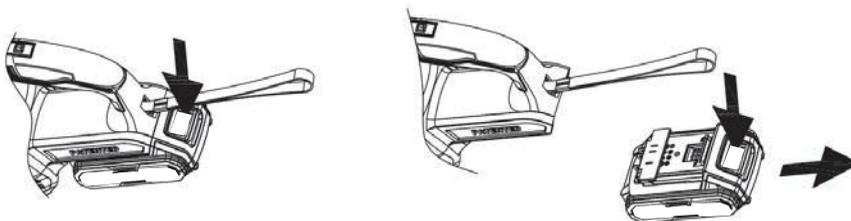

FIG. 3
- Assurez-vous que l'interrupteur principal marche/arrêt est en position d'arrêt (O) avant de retirer la batterie. Appuyez sur les loquets pour retirer la batterie. (FIG.3)